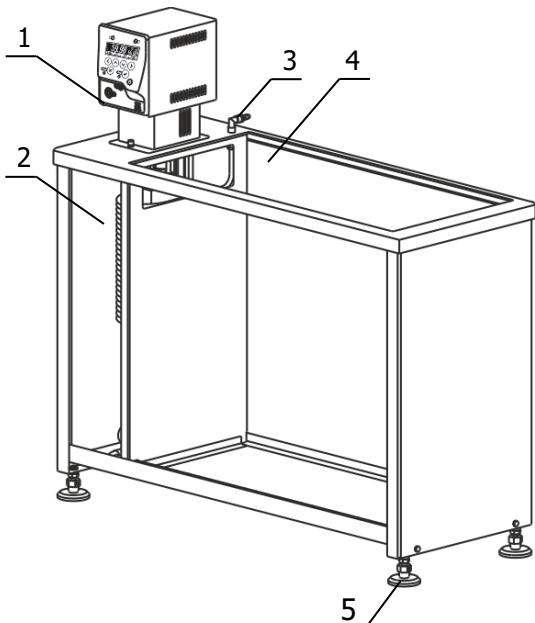
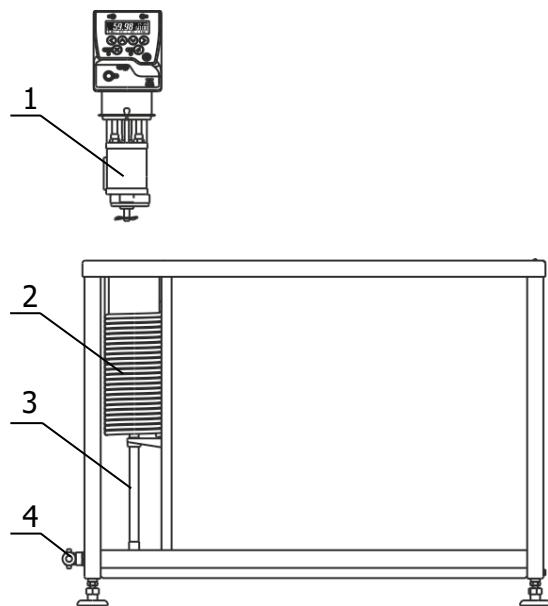

Рисунок 1 — Внешний вид термостата
Рисунок 3 — Установка блока регулирования
1.4.5 Принцип работы термостата заключается в следующем: циркуляционный насос блока регулирования температуры забирает теплоноситель из основной ванны 2 (рисунок 1), нагнетает его в резервуар 1 (рисунок 3) с нагревателем и датчиком температуры. В резервуаре температура теплоносителя регулируется и далее, через выходную трубку 3 теплоноситель поступает в рабочую ванну 4 (рисунок 1), а затем переливом в основную ванну.
2.2.2 Установить ванну термостата на горизонтальную поверхность. Добиться горизонтального положения крышки ванны вращением ножек 5 (рисунок 1).
2.2.3 Насадить блок регулирования температуры резервуаром 1 (рисунок 3) на трубку 3, преодолевая при необходимости сопротивление витков теплообменника 2. Погрузить блок регулирования в ванну до упора и закрепить его винтовыми фиксаторами на крышке термостата.
Причина отсутствия перелива — неправильная работа насоса, вызванная воздушной пробкой, образовавшейся в резервуаре 1 (рисунок 3). Для ее устранения необходимо:
2.2.7 Для работы термостата при температурах теплоносителя, близких к окружающей температуре, может потребоваться дополнительное охлаждение с помощью встроенного теплообменника. В этом случае необходимо подключить термостат к водопроводной сети или специальному холодильному устройству при помощи шлангов, присоединенных к штуцерам встроенного теплообменника 3 (рисунок 1). Поток охлаждающей жидкости должен быть равномерным и, по возможности, небольшим. Дополнительное охлаждение не требуется, если температура теплоносителя выше температуры окружающей среды более чем на 15 °C.
2.3.2 Надеть сливной шланг из комплекта поставки на сливной кран 4 (рисунок 3) и закрепить его хомутом. Свободный конец шланга опустить в емкость для сбора теплоносителя объемом, превышающим объем термостата.